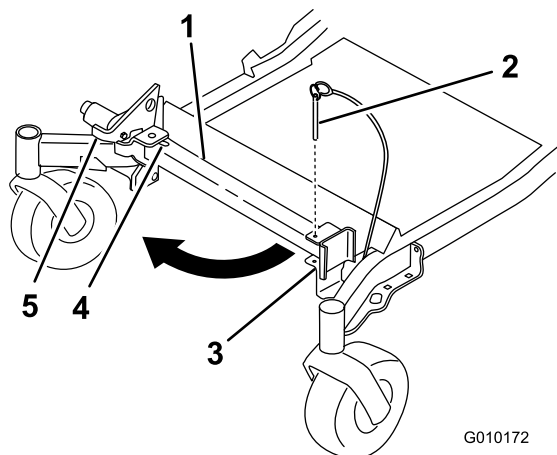
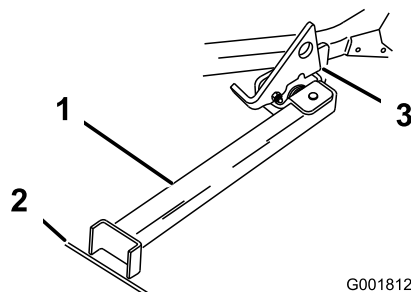

Figura 42
Figura 43
2. Togliete il perno dalla staffa (Figura 42).
4. Portate il piede del supporto sul davanti e spostatelo verso la macchina, nell'intaglio inferiore (Figura 42 e Figura 43).
5. Mettete a terra il piede del supporto e appoggiate il dispositivo di chiusura sull'aletta orientabile (Figura 43).
**Nota:** Per ottenere risultati ottimali, appoggiate il piede del supporto nelle fessure del marciapiede o nel tappeto erboso (Figura 43).
7. Guidate la macchina sul supporto. Fermatevi quando il dispositivo di chiusura cade sull'aletta e si chiude (Figura 43).
5. Riportate il supporto in posizione di riposo (Figura 42).